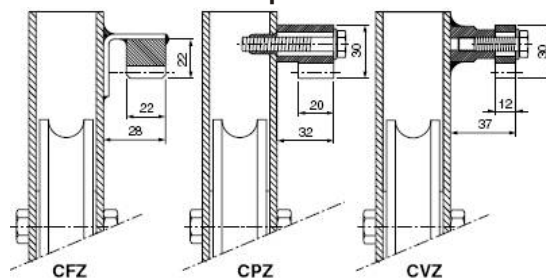

рис.8
7.1. Модель CFZ (рис. 8).
7.2. Модель CVZ (рис. 8).